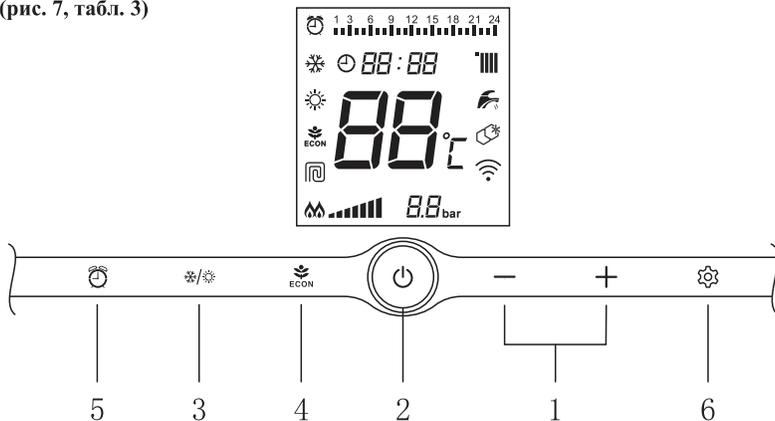

Рис. 7
3.10.1 Вид панели управления модели жидкокристаллическим дисплеем (рис. 7, табл. 3)